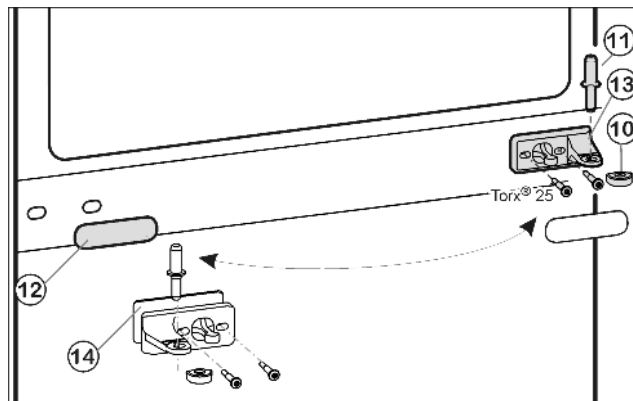
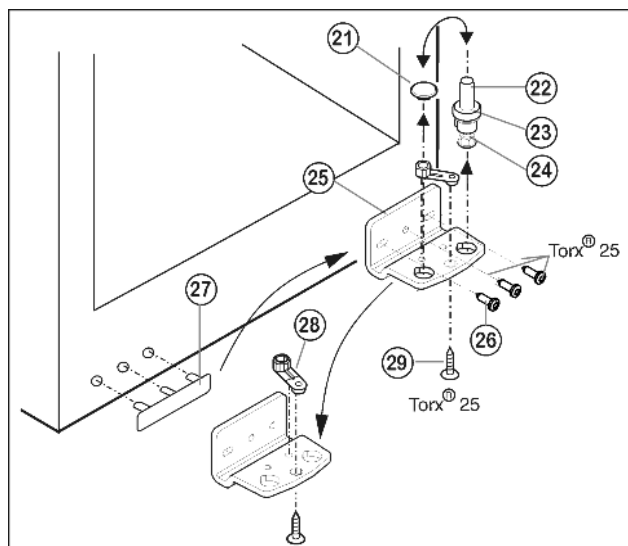

Fig. 5
Fig. 6
- Вытащите из опорного кронштейна и нижней дверцы средний опорный винт Fig. 5 (11).
- Снимите пластмассовый колпачок Fig. 5 (10).
- Открутите средний опорный кронштейн Fig. 5 (13) (2 шт. Torx® 25).
- Осторожно снимите накладку Fig. 5 (12).
- Прикрутите средний опорный кронштейн Fig. 5 (13) с подкладкой Fig. 5 (14) с поворотом на 180° на новую сторону шарнира (с моментом 4 Нм).
- Защелкните накладку Fig. 5 (12), повернув на 180°, на стороне, где теперь будет ручка.
- Извлеките опорный винт Fig. 6 (22) в комплекте с шайбой Fig. 6 (23) и регулируемой опорой Fig. 6 (24), вытягивая его вверх.
- Снимите пробку Fig. 6 (21).
- Открутите Fig. 6 (26) опорный кронштейн Fig. 6 (25).
- Открутите Fig. 6 (29) опорную деталь Fig. 6 (28) и, переставив в отверстие на противоположной стороне опорного кронштейна, снова прикрутите.
- Осторожно снимите и переставьте на противоположную сторону крышку со стороны ручки Fig. 6 (27).
- Снова прикрутите опорный кронштейн Fig. 6 (25) на новой стороне шарнира (с моментом 4 Нм). При необходимости используйте аккумуляторный шуруповерт.
- Переставьте пробку Fig. 6 (21) в свободное отверстие.
- Вновь установите опорный винт Fig. 6 (22) в комплекте с шайбой и регулируемой опорой. При этом фиксатор должен быть направлен назад.
- ▶ Установите нижнюю дверцу сверху на нижний опорный винт Fig. 6 (22).
- ▶ Снова наденьте пластмассовый колпачок Fig. 5 (10) на средний опорный кронштейн Fig. 5 (13).
- ▶ Вставьте средний опорный винт Fig. 5 (11) на новой стороне шарнира через средний опорный кронштейн Fig. 5 (13) в нижнюю дверцу.
- ▶ Установите верхнюю дверцу на средний опорный винт Fig. 5 (11).
- ▶ При необходимости выровняйте дверцы через два продольных паза в нижнем опорном кронштейне Fig. 6 (25) и среднем опорном кронштейне Fig. 5 (13) параллельно корпусу устройства. Для этого выкрутите средний винт на нижнем опорном кронштейне Fig. 6 (25).